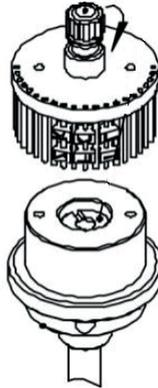

Figura 7
2. Retire o suporte de dígitos. (figura 7)